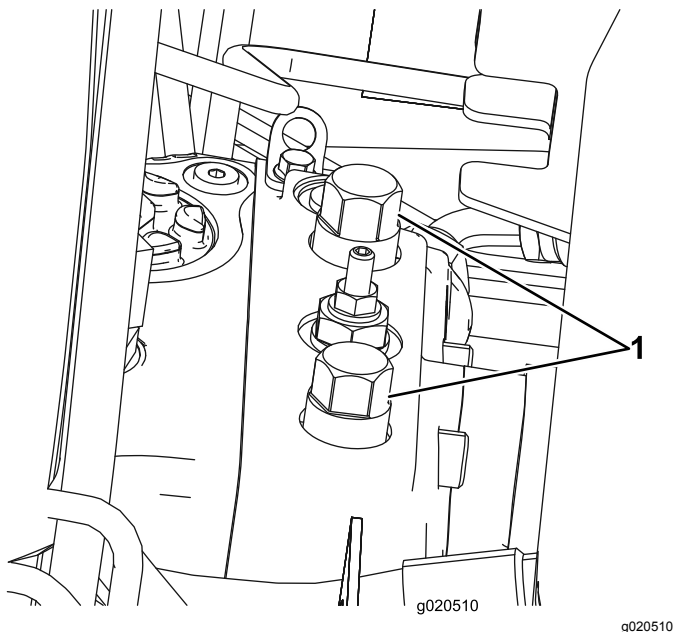

Figure 16
1. Ouvrez le capot et localisez les vannes de dérivation (Figure 16) au sommet de la pompe, derrière la batterie/les bacs de rangements.